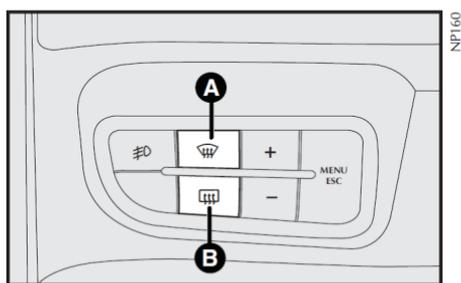

fig. 47
Luneta térmica - Activación B-fig. 47
- Si el número de revoluciones por minuto del motor es menor o igual a 800 rpm. Ni bien la luneta trasera esté desempañada, se recomienda desconectar el sistema, presionando el botón B-fig. 47.
Vidrio delantero - Activación A-fig. 47
Ni bien el parabrisas esté desempañado, se recomienda desconectar el sistema, presionando el botón A-fig. 47.